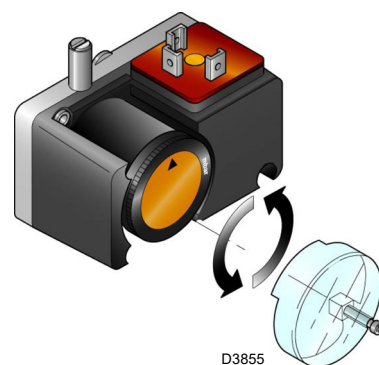

Fig. 34
- Regolare il pressostato gas di minima (Fig. 34 a pag. 33) ad inizio scala.
Eseguire la regolazione del pressostato gas di minima (Fig. 34) dopo aver regolato il bruciatore, le valvole del gas e lo stabilizzatore della rampa.